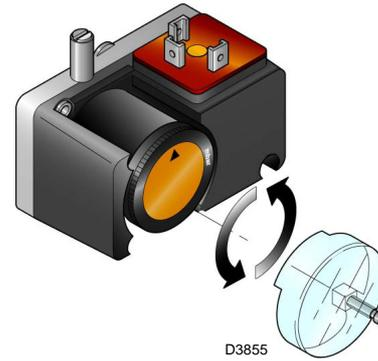

Fig. 34
- Regular el presostato para el control de estanqueidad (Kit PVP)(Fig. 34 a pág. 36), si está presente, según las instrucciones suministradas con el kit.
Regular el presostato para el control de estanqueidad (kit PVP)(Fig. 34) si está presente, según las instrucciones suministradas con el kit.